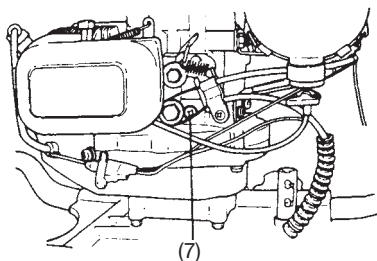

Fig. 12
- 2) De regulator van de motorsnelheid wordt gesmeerd met # 30 W olie (EP lithium). De capaciteit is 0.5 fl .oz. (16 ml) en de hoeveelheid moet om de 50 bedrijfsuren gecontroleerd worden met behulp van de controleschroef. (Fig. 12) Als u de controleschroef losdraait, houd de kant van de schroef dan naar boven.